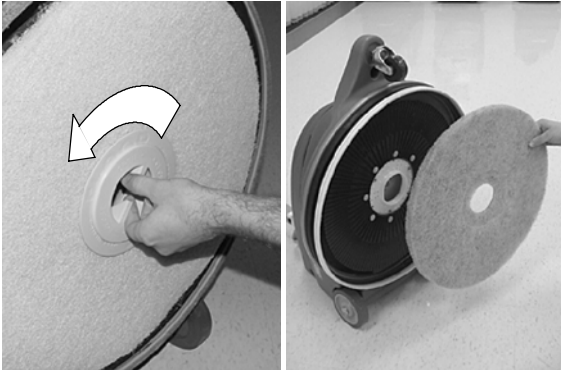

FIG. 9
1. Après chaque utilisation, vérifiez l'usure du patin de polissage. Si le patin est usé, retirez-le et retournez-le ou remplacez-le (Figure 9).